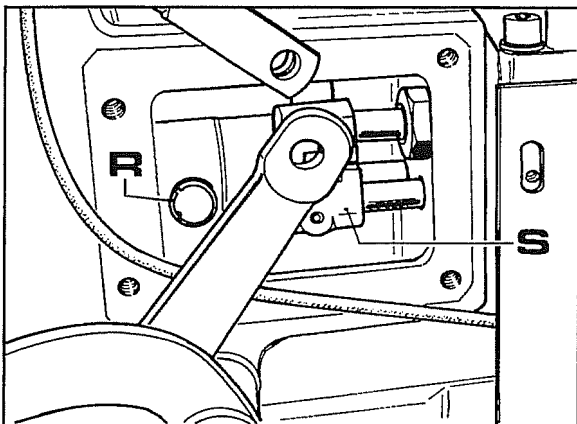

Fig. 8
- 2 Sfilare il manicotto **S** e togliere la molla **R** del cuscinetto reggispinta indicati in fig.8. Togliere la molla sul lato opposto.